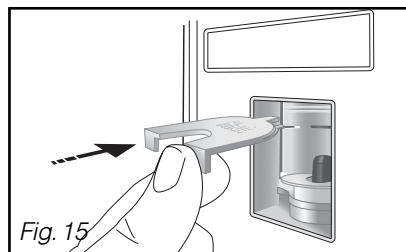

Fig. 15
- Clippez le déflecteur au dessus de la pompe (Fig. 15).